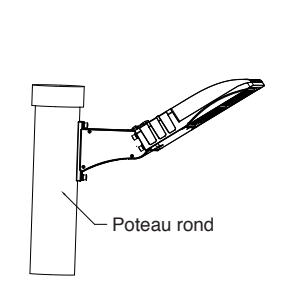

Figure 5-2
2. Ce support de montage peut également être utilisé pour installer le luminaire sur un poteau rond. (Figure 5-2)